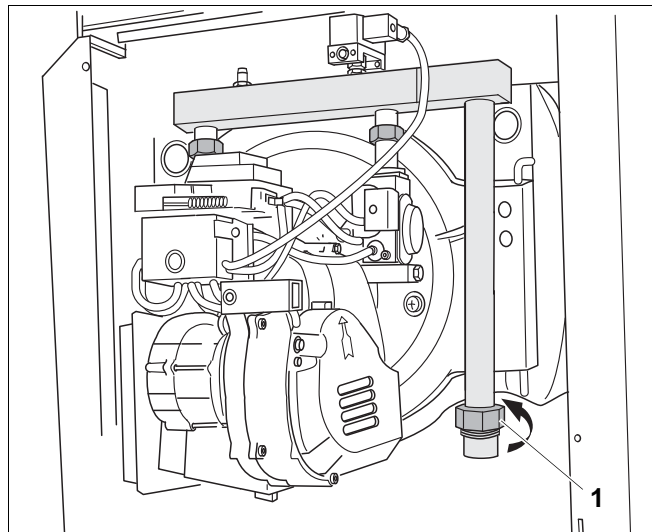

Рис. 19 Отсоединение подачи газа
- Отсоедините подачу газа (рис. 19, поз. 1).